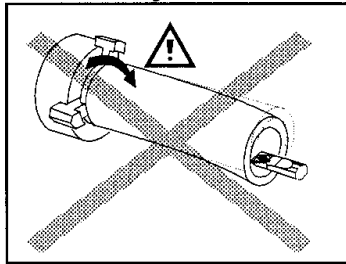

Рисунок 12
11) или вылететь из патрона (рисунок 12). Используйте заднюю бабку или люнет.